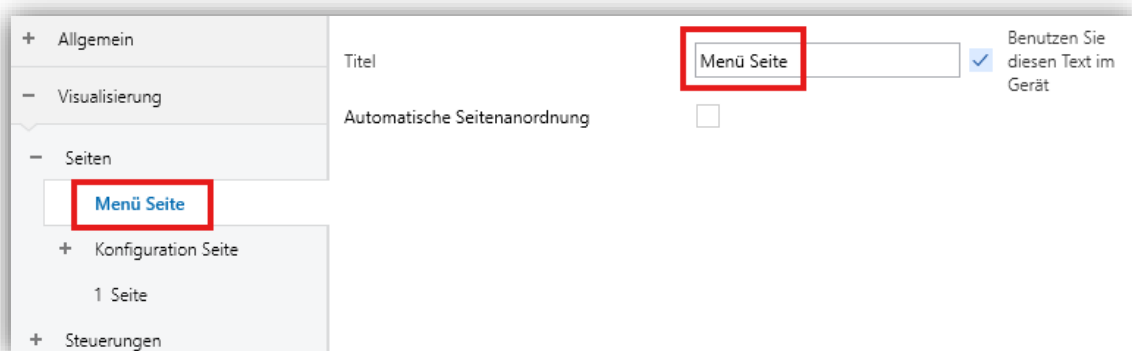

Abbildung54 . Menü
- **Titel:** Textfeld, das die Menüseiten identifiziert. Darüber hinaus ermöglicht dieses Feld die Änderung des Namens der Registerkarte im linken ETS-Menü, wie in der Abbildung „Abbildung54) dargestellt.